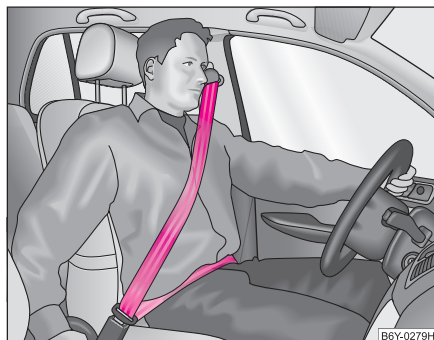

Abb. 107 Gurtbandverlauf des Schulter- und Beckengurtes
- Der Schultergurt-Teil darf niemals über den Hals verlaufen, sondern muss ungefähr über die Schultermitte verlaufen und gut am Oberkörper anliegen. Der Beckengurt-Teil muss vor das Becken gelegt werden, darf nicht über den Bauch verlaufen und muss immer fest anliegen ⇒ Seite 132, Abb. 107. Das Gurtband gegebenenfalls ausrichten.